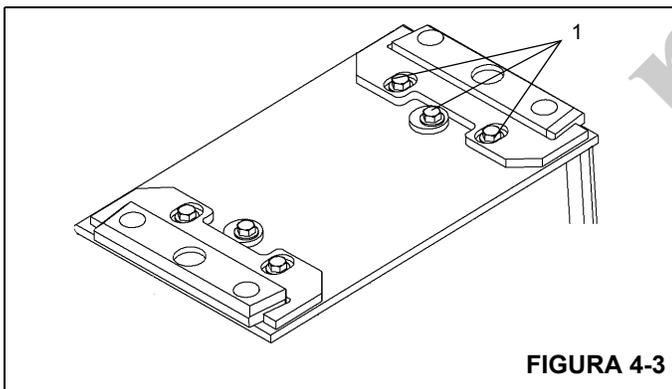

FIGURA 4-3
2. Remova os parafusos, as arruelas e as arruelas de deslocamento (1) (Figura 4-3) que fixam as placas de desgaste ajustáveis superiores traseiras e remova as placas de desgaste, as placas de retenção e os parafusos da parte superior da seção intermediária interna. Observe e anote a localização das placas de desgaste e dos calços para a instalação.